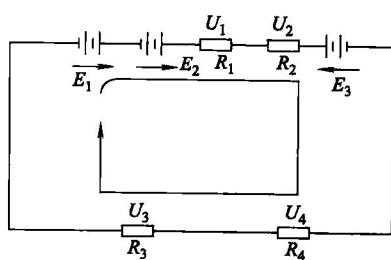

图 1-11 【例 1-4】电路
**【例 1-4】** 图 1-11 中,  $E_1 = 50V$ ,  $E_2 = 100V$ ,  $E_3 = 25V$ ,  $R_1 = 15\Omega$ ,  $R_2 = 15\Omega$ ,  $R_3 = 10\Omega$ ,  $R_4 = 10\Omega$ , 求回路中的电流。